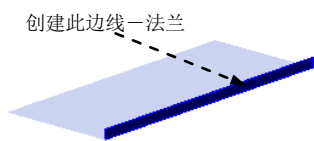
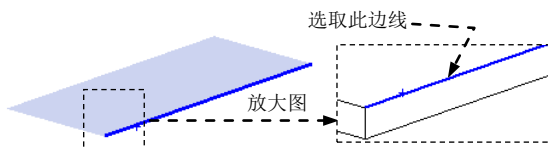

图 17.9.11 创建边线—法兰 1
图 17.9.12 定义特征的边线
Step2. 创建图 17.9.11 所示的钣金特征——边线—法兰 1。
(1) 选择命令。选择下拉菜单 **插入(I)** → **钣金(B)** →  **边线法兰(E)...** 命令, 系统弹出“边线法兰”对话框。
(2) 定义特征的边线。选取图 17.9.12 所示的模型边线为生成的边线法兰的边线。
(3) 定义法兰参数。在 **角度(G)** 区域中的  文本框中输入角度值 90.0; 在 **法兰长度(L)** 区域的下拉列表中选择 **给定深度** 选项, 输入深度值 15.0。在此区域中单击“内部虚拟交点”按钮 , 在 **法兰位置(N)** 区域中, 单击“折弯在外”按钮 .
(4) 单击  按钮, 完成边线法兰 1 的创建。